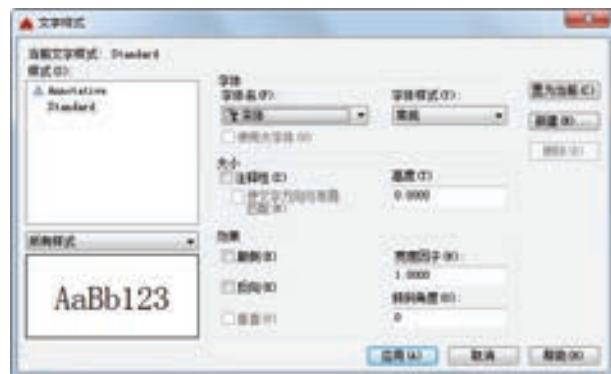

图 8-38 “文字样式”对话框
2) 设置基准面值的文字样式。单击“样式”工具栏中“文字样式”按钮 $\text{A}$ ，弹出“文字样式”对话框，在其中设置标注基准面值的文字样式，如图 8-38 所示。